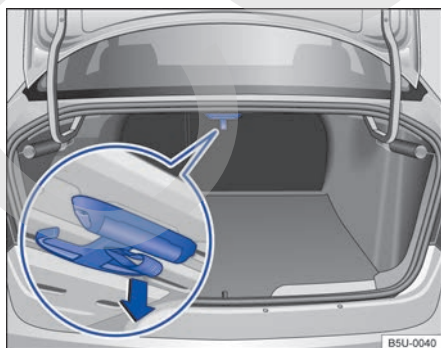

Fig. 80 En el compartimento de equipaje: gancho para bolsas.
- Tirar del gancho para bolsas tomándolo por el asa en el sentido de la flecha ⇒ **fig. 80** (lupa).